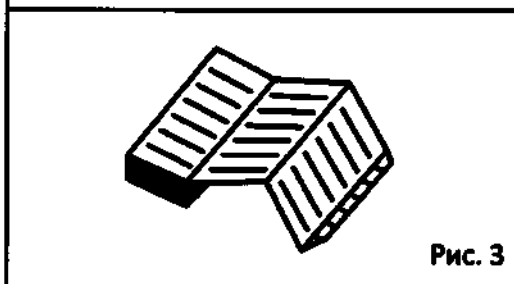

Рис. 3
3. Как показано на Рис. 3, вставьте график регистрации так, чтобы полоска «Начало» ("begin") располагалась в картридже. Проверьте, что сторона бумаги, предназначенная для печати, обращена наружу.